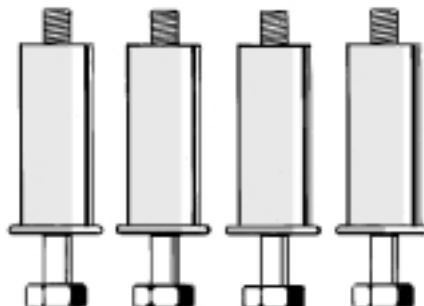

Abb. 1
**Vor Inbetriebnahme des Gerätes muß die Transportsicherung unbedingt entfernt werden (Abb. 1).**